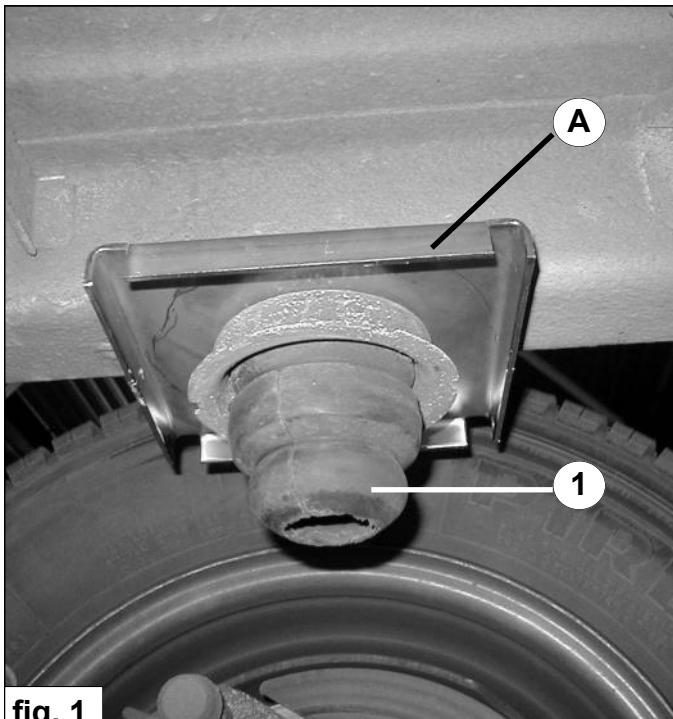

fig. 1
2. Stellen Sie den obere Federteller **A** mit dem Strip zu der Innenseite des Fahrzeugs. Montieren Sie dieser Federteller zusammen mit dem Puffer. Siehe fig. 1.
2. Placez la coupelle supérieure **A** avec la languette soudée à l'intérieur du véhicule. Fixez-la avec la butée en caoutchouc. Voir fig. 1.